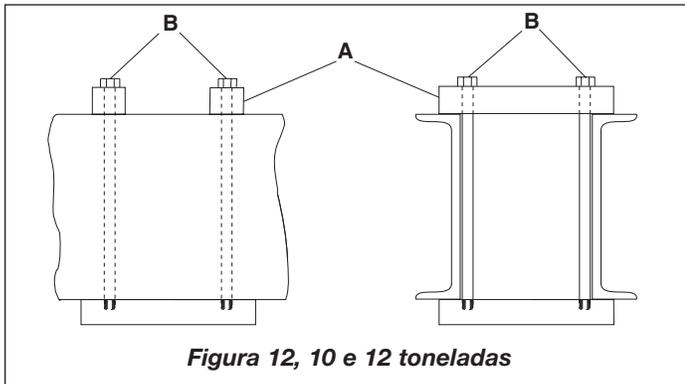

Figura 12, 10 e 12 toneladas
7.1 Modelos de 10 e 12 toneladas: veja a figura 12